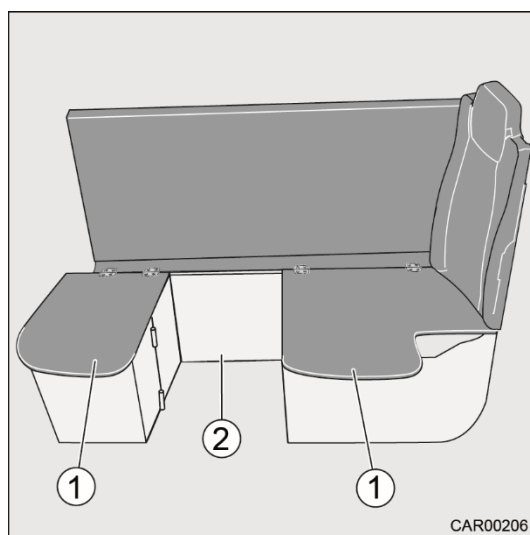

Fig. 28 Transformation du 5e siège
9. Retirer la paroi de séparation (Fig. 28/2) hors du socle au milieu du véhicule.
11. Rabattre les plaques de siège (Fig. 28/1).